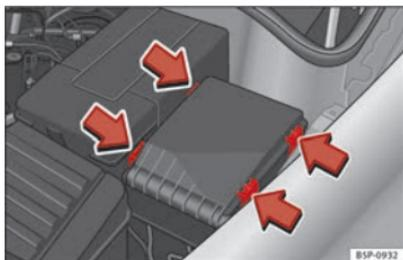

Fig. 180 Dans le compartiment moteur : cache du boîtier de fusibles.
- Appuyez sur les languettes de verrouillage dans le sens indiqué par les flèches pour déverrouiller le cache de la boîte à fusibles ⇒ fig. 180.